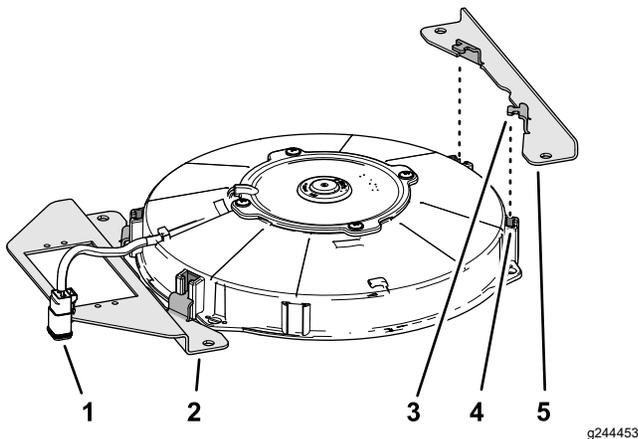

Bild 3
1. Ermitteln Sie die zwei Schlitze im Kühlventilatorgehäuse, die dem Ventilator-kabelbaum am nächsten sind und den 2-Buchsen-Stecker haben (Bild 3).
2. Stecken Sie die Befestigungsnasen der langen Ventilator-Befestigungshalterung in die Schlitze im Ventilatorgehäuse (Bild 3), die Sie in Schritt 1 ermittelt haben.
3. Stecken Sie die zwei Befestigungsnasen der kurzen Ventilator-Befestigungshalterung in die anderen zwei Schlitze im Kühlventilatorgehäuse (Bild 3).